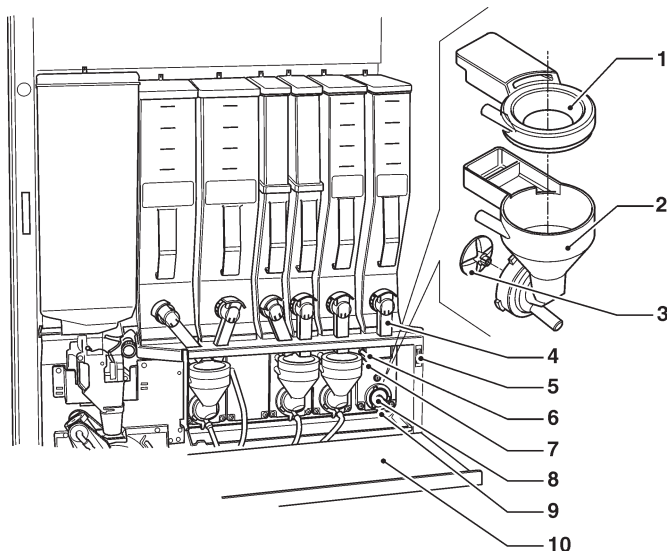

Рис. 10
- Снять (см. Рис. 10) из миксера раструбы для порошка, воронки для подачи воды, воронки для порошка и вентиляторы миксеров.